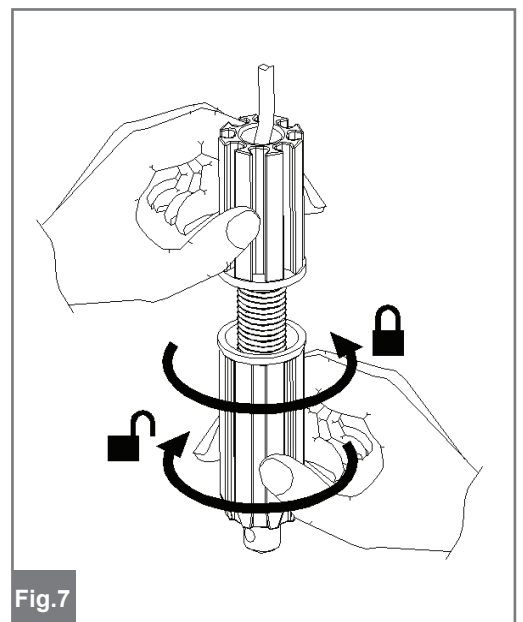

Fig.7
- 17) Después de haber efectuado la instalación mecánica y los contactos eléctricos proceder a regular el movimiento final del cierre como muestra la fig.7.
- 1) Para efectuar el desbloqueo, retenga la parte superior de la empuñadura y gire hacia la derecha la parte inferior (fig.7).
- 1) Para acionar o desbloqueio, segure a parte superior do manípulo e gire no sentido horário a parte inferior (fig. 7).